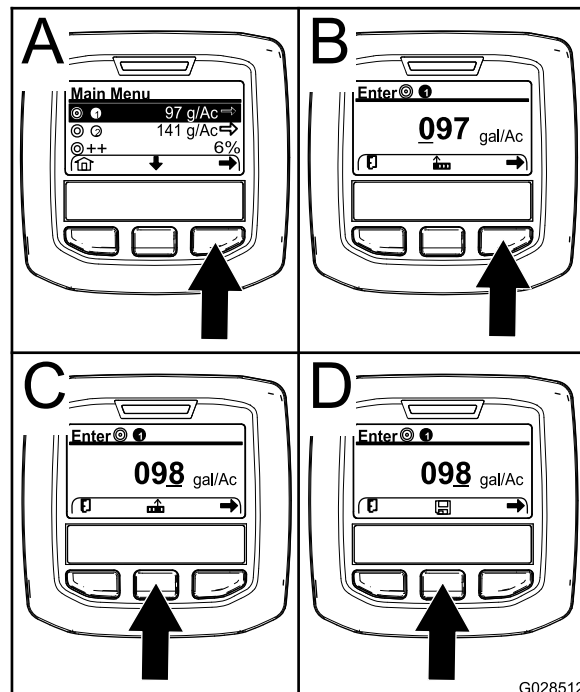

図 66
2. 必要に応じ、中央ボタンを押して散布レートその1散布プログラム1を表示させる (図 66)。